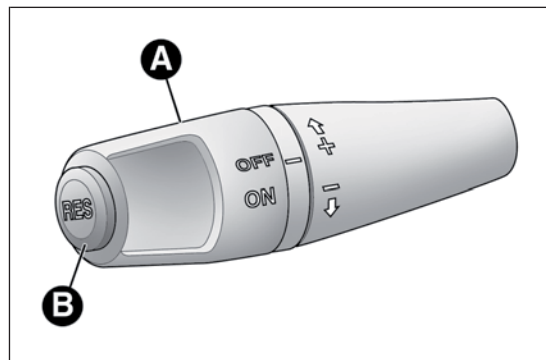

РИС. 38
Поверните переключатель А РИС. 38 в положение ON.
- поверните переключатель А РИС. 38 в положение ON (Вкл) и нажмите педаль акселератора, разогнав автомобиль до нужной скорости;
- нажмите кнопку RES (В РИС. 38).
- поверните переключатель А РИС. 38 в положение OFF;
*В случае сбоев в работе или неисправности устройства поверните переключатель А РИС. 38 в положение OFF и обратитесь в сервисный центр Alfa Romeo.*